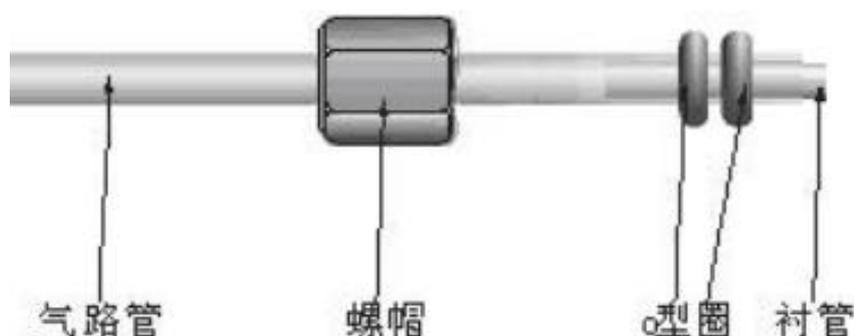

图 3-3.1 聚乙烯管气路连接示意图
(1) 用聚乙烯管安装的方法 (如图 3-3.1): 套入螺帽, 再装入两个 O 型圈, 最后插入衬管, 以衬管略微露出气路管为宜, 用不锈钢管和铜管, 其安装方法与用聚乙烯管类似, 只是不需要加装衬管。
(2) 截取三段相应长度的气路管, 两端按照图 3-3.1 方法装配好 (配件内